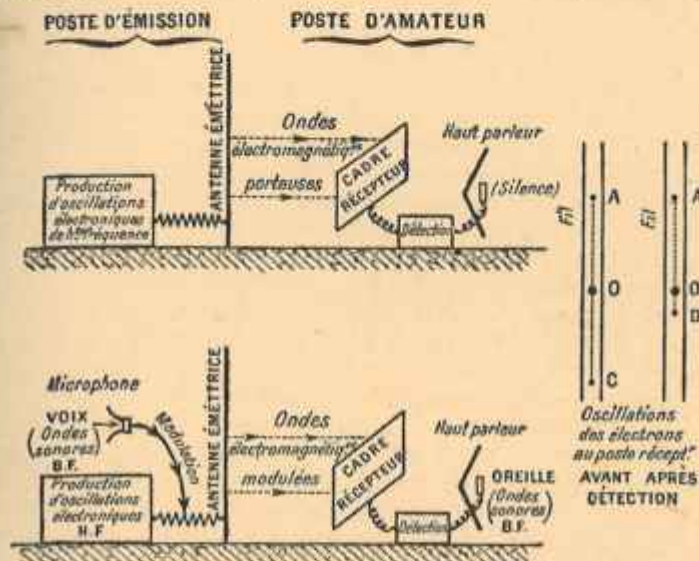

FIG. 164, 165 et 166. — La radio : modulation et détection.
**98. Modulation et détection.** — Nous supposons tout d'abord (fig. 164) que les électrons de l'antenne émettrice vibrent en haute fréquence (H. F.), mais que les oscillations conservent tout le temps une grandeur constante. Si le circuit